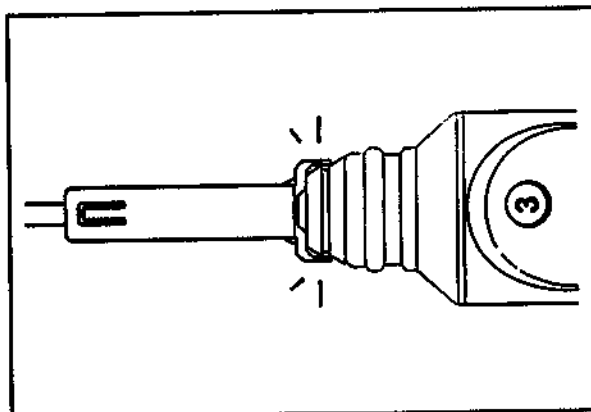

Рисунок 3.6
3. Закрепите интродьюсер для введения в троакар на блоке управления эндоскопа (на рис. 3.6).